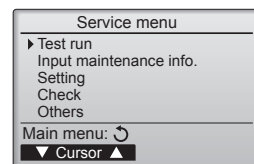

Fig. 7-1
- ① Қызмет көрсету мәзірінен «Test run» (Сынақты жүргізу) пәрменін таңдаңыз және [ТАҢДАУ] түймесін басыңыз. (Fig. 7-1)